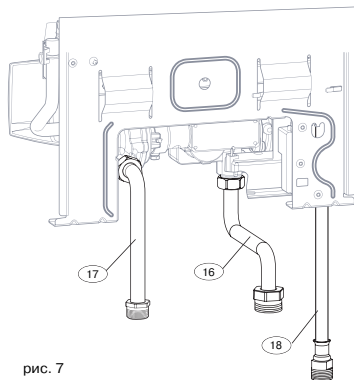

рис. 7
### Подключение природного газа (рис. 7):
### Подключение газа (рис. 7):
### Подключение холодной воды (рис. 7):
Подключение горячей воды осуществляется с помощью гибкого шланга, (18) (рис. 7), установленного на водонагревателе.